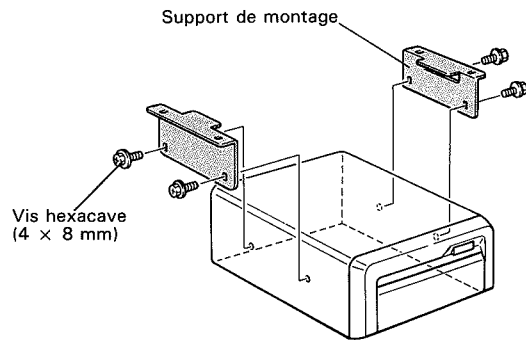

Fig. 9
1. Placer les supports de montage sur le lecteur avec les vis hexacaves (4 × 8 mm). (Fig. 9)